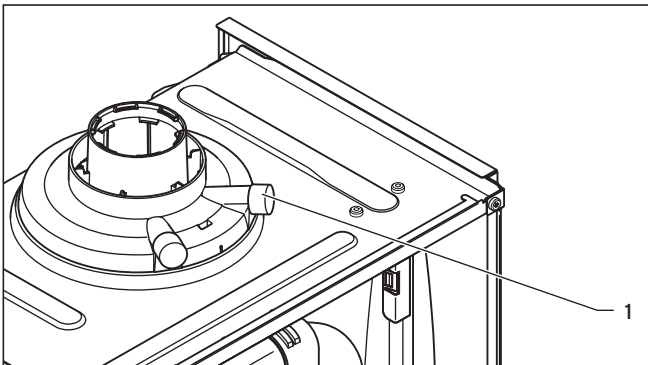

Fig. 2.3 Måling af CO₂-indholdet ved røggas-målings-studsden
- Mål CO₂-indholdet ved røggas-målings-studsden **(1, Fig. 2.3)**.